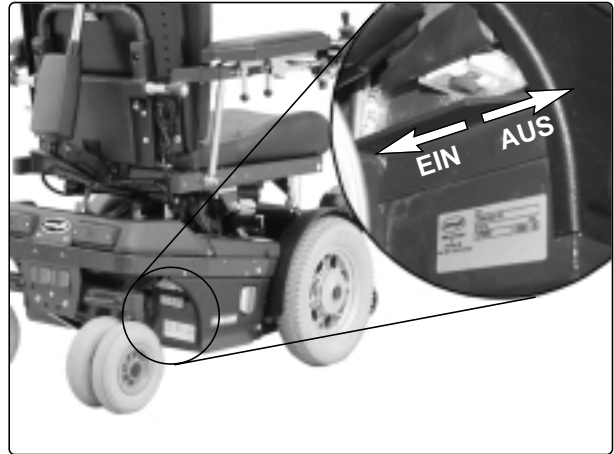

Abb. 26. Hauptsicherung/Batterietrenner.
3. Stellen Sie die Hauptsicherung auf "AUS", siehe Abb. 26.